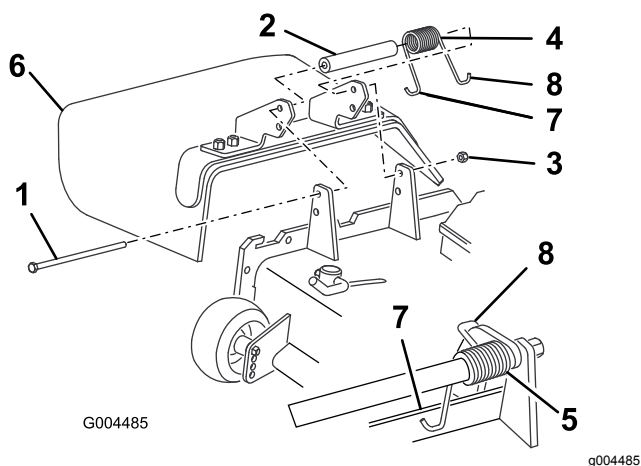

Figura 36
1. Togliete il dado di bloccaggio, il bullone, la molla e il distanziale che fissano il deflettore alle staffe orientabili del tosaerba (Figura 36). Togliete il deflettore di sfalcio se è danneggiato o consumato.
Nota: Assicuratevi che l'estremità a L della molla sia montata dietro il bordo dell'apparato di taglio prima di montare il bullone, come illustrato nella Figura 36.
3. Montate il bullone e il dado. Infilate l'estremità a J della molla attorno al deflettore di sfalcio (Figura 36).